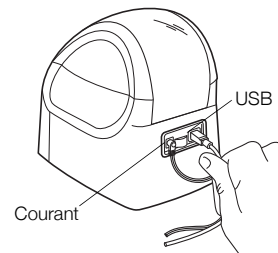

Figure 4
- 2 Branchez l'adaptateur de courant dans le connecteur de courant à l'arrière de l'imprimante. Voir Figure 4.